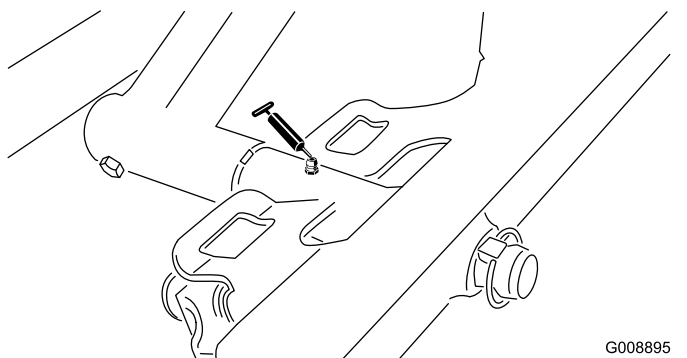

Figura 58
- Pivote de la unidad de corte delantera (Figura 58)